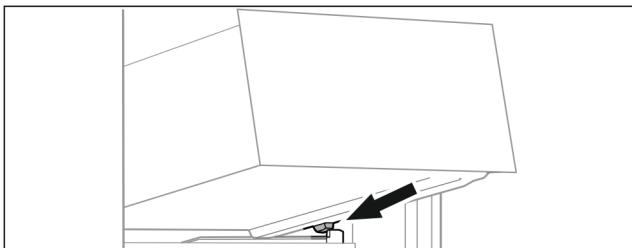

Fig. 98
- ▶ Nasad'te zásuvku šikmo za zarážkami na rebro nádoby. (pozri Fig. 98)